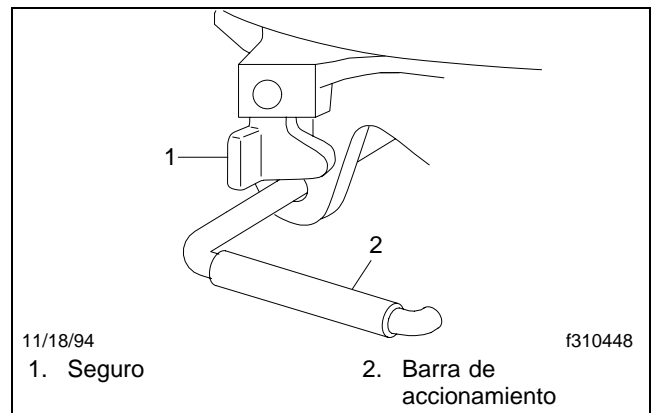

Figura 10.12, Mecanismo de cierre del perno rey Simplex, seguro (posición de cierre)
arriba de la barra de accionamiento. Vea la **Figura 10.12**.
7. Haga una revisión visual (incluso si el vehículo está equipado con el sistema Touchloc de operación por aire) para comprobar el trabado efectivo del perno rey. La placa de fundación del remolque debe estar al ras de la superficie de la placa de la quinta rueda. Cuando haya ocurrido el trabado efectivo, la barra de accionamiento de la quinta rueda se habrá movido hacia adentro a la posición de cierre, y el seguro se moverá libremente sobre la barra de accionamiento. Vea la **Figura 10.12**.